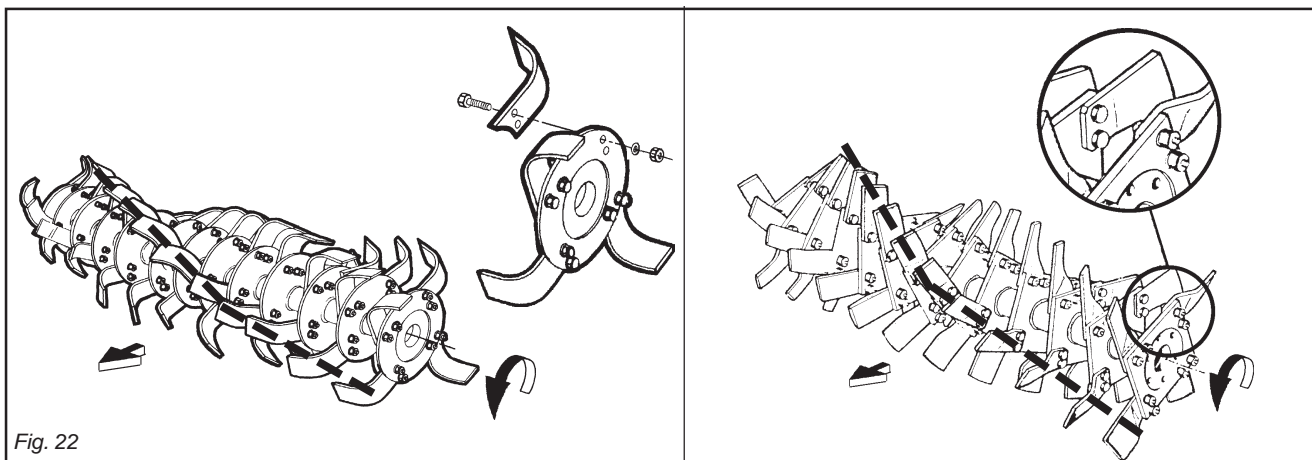

Fig. 22
Controllare giornalmente la loro usura o integrità. Qualora durante il lavoro dovessero per cause accidentali piegarsi (o rompersi) è necessario sostituirle immediatamente avendo l'accortezza di rimontare la nuova zappetta nella identica posizione di quella da sostituire (Fig. 22). Se fosse necessario sostituire più zappe, è consigliabile effettuare le operazioni di smontaggio e montaggio, sempre una zappetta alla volta, per evitare così errori di posizione.
**I bulloni che fissano le zappe devono avere la testa dalla parte delle zappe e il dado con relativa rondella dalla parte della flangia (Fig. 22).**
*Check the degree of wear and condition of the hoe blades each day. If the blades should accidentally bend (or break) during work, they must be immediately replaced. Remember to mount the new hoe blade in exactly the same position as the old one (Fig. 22).*
***The heads of the bolts fixing the hoe blades in place must be on the side of the hoe blades themselves, while the nut with relative washer must be on the flange side (Fig. 22).***
Sie sind täglich auf ihre Unversehrtheit und ihren Verschleiß-zustand zu prüfen. Sollten sie bei der Arbeit verbiegen oder zu Bruch gehen, müssen sie sofort ersetzt werden. Dabei ist zu beachten, daß man das neue Hackmesser an der gleichen Stelle montiert, an der sich das beschädigte befand (Abb. 22). Sollten gleich mehrere Hackmesser zu ersetzen sein, sollte man jeweils ein Hackmesser ein- und ausbauen, um eine falsche Einbauposition zu vermeiden. Die Maschine sind in der Regel mit 6 Hackmessern pro Flansch ausgerüstet. Wenn der Boden allerdings feucht ist und daher an den Werkzeugen kleben bleibt, kann man auch 4 Hackmesser pro Flansch montieren.
**Die Schrauben, mit denen man die Hackmesser befestigt, müssen den Kopf auf der Seite des Hackmessers und die Mutter mit der Unterlegscheibe auf der Flanschseite haben (Abb. 22). Die Werte des Abzugsmoments beachten, das in der Tabelle auf Seite 26 angegeben ist.**
*Contrôlez tous les jours leur usure et intégrité. Lorsqu'ils se plient (ou se cassent) pendant le travail il faut les remplacer aussitôt. Le nouveau couteau devra être monté exactement dans la position de celui à remplacer (Fig. 22).*
***Les boulons de fixation des couteaux doivent avoir la tête côté couteau et l'écrou avec la rondelle côté flasque (Fig. 22).***
Controlar todos los días su buen estado y eventual desgaste. Si durante el trabajo por eventuales accidentes se doblan o rompen es necesario sustituirlas inmediatamente prestando atención de montar la nueva azadilla en la idéntica posición de la precedente (Fig. 22).
stan, montar 4 azadillas por brida. **Los bulones que fijan las azadillas deben tener la cabeza de la parte de las azadillas y la tuerca con la relativa arandela de la parte de la brida (Fig. 22).**
Se si devono sostituire le zappe, fare attenzione che le nuove assumano la posizione di quelle smontate (Fig. 22).
*If the hoe blades must be changed, remember to set the new blades in the same positions as the demounted ones (Fig. 22).*
Wenn man die Hackmesser ersetzen muß, darauf achten, daß die neuen in der Position der ersetzen am Hackstern angebracht werden (Abb. 22).
*En cas de remplacement des couteaux, veillez surtout à ce que les nouveaux couteaux occupent les positions de ceux démontés (Fig. 22).*
Quando sustituimos azadillas respetar la posición de las azadillas desmontadas (Fig. 22).